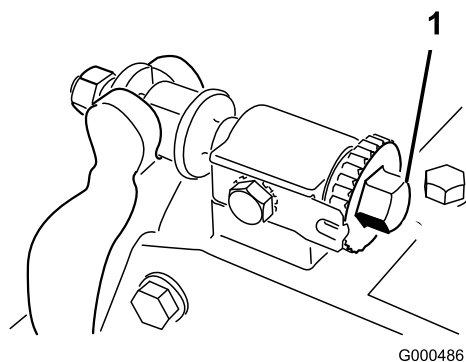
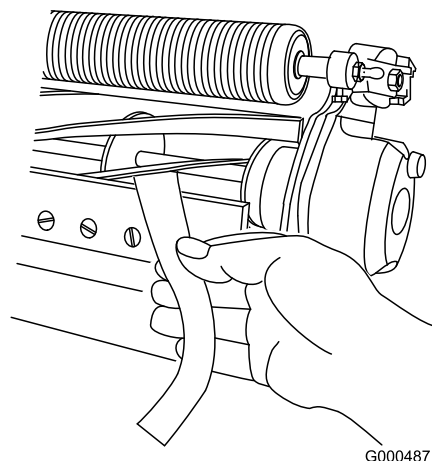

Figure 54
Figure 55
2. Supprimez le contact avec le cylindre en tournant les vis de réglage de la barre d'appui dans le sens anti-horaire (Figure 54).
contre-lame (Figure 55). Tout en tournant lentement le cylindre en avant, tournez la vis de réglage de la barre d'appui dans le sens horaire (du même côté du cylindre) (Figure 54), un cran à la fois, jusqu'à ce que le papier soit pincé légèrement lorsque vous l'introduisez par l'avant, parallèle à la contre-lame. Vous devriez sentir une légère résistance lorsque vous tirez sur le papier.
6. Vérifiez ensuite si le cylindre peut saisir le morceau de papier inséré par l'avant et le couper lorsqu'il est inséré perpendiculairement à la contre-lame (Figure 55). Normalement, le papier doit être coupé avec un minimum de contact entre la contre-lame et les lames du cylindre. Si le cylindre semble frotter de façon excessive il faudra peut-être roder ou affûter les lames pour obtenir les tranchants nécessaires à une tonte de précision (voir le manuel d'affûtage Toro).